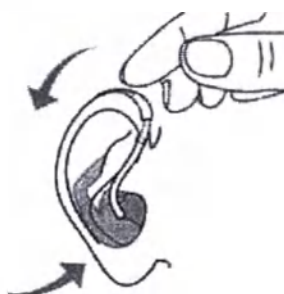

Рисунок 9 – Надевание слухового аппарата
2.1.4.3 После того, как ушной вкладыш правильно вставлен в ухо, разместите аппарат за ухом, поднимая его нижнюю часть и заправляя его за верхнюю часть ушной раковины (рисунок 9).